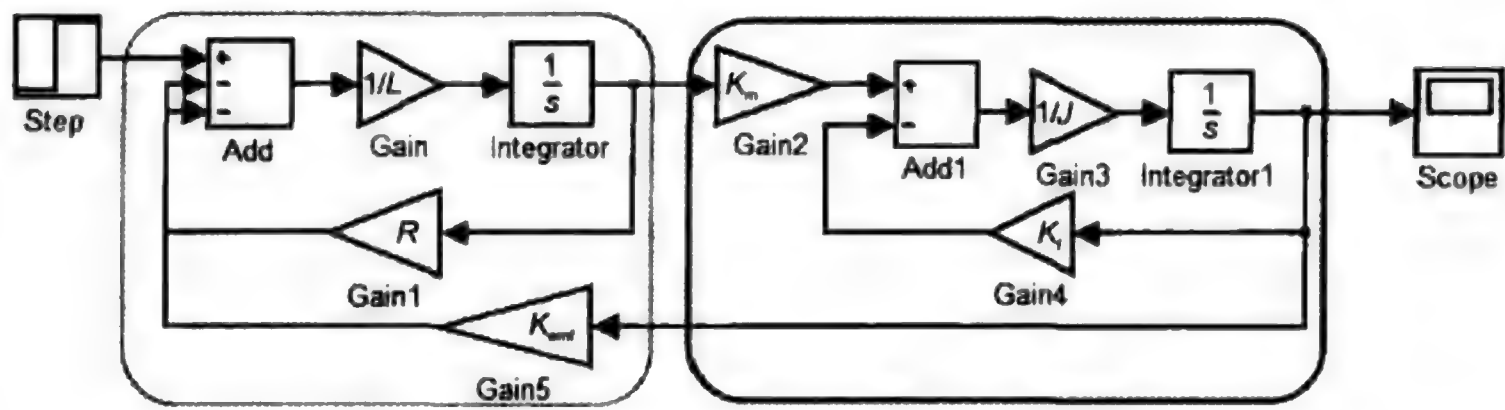

图 2.2.10 Simulink 电动机模型
(6) 按照式(2-10)表达的逻辑,在第一个积分器之前算子为 S^2 ,其系数为 JL ;第一个和第二个积分器之间算子为 S ,其系数为 $(K_f L + J R)$;第二个积分器之后算子为 1 ,其系数为 $(K_f R + K_{emf} K_m)$ 。由此可以连接其中的各个模块,得到图 2.2.10 所示的模型。
(2) 转矩信号输出如图 2.2.10 所示,左边框图模块组的输出既是转矩信号。
(3) 角度信号输出由电动机数学模型公式: